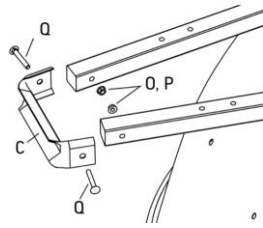

fig. 5
9. Utilisez 2 des boulons de 8 x 50 mm (Q) et 2 des rondelles-frein et écrous pour fixer le protège-roue (C) à la partie avant des manches (fig. 5).